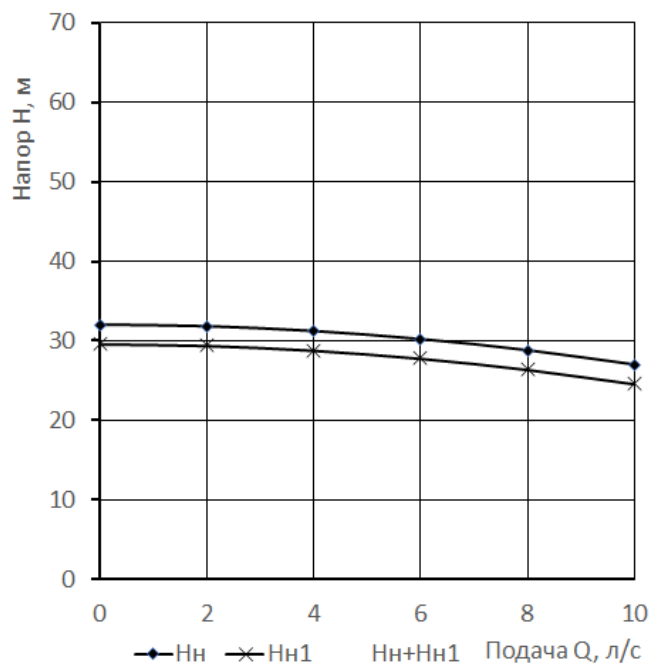

Рис. 4.
3. Охарактеризовать область применения последовательного соединения насосов и построить напорную характеристику двух последовательно соединённых насосов. Напорные характеристики насосов приведены на рис. 4.